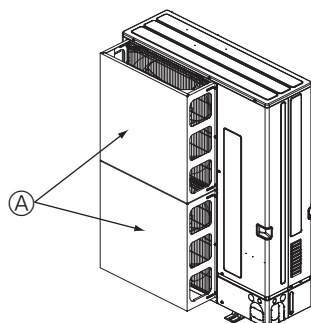

Fig. 2-3
- Installez un dispositif de protection contre le vent si l'appareil est installé à un endroit où des vents violents, en cas de typhon par exemple, risquent de souffler directement dans la sortie d'air. (Fig. 2-3)